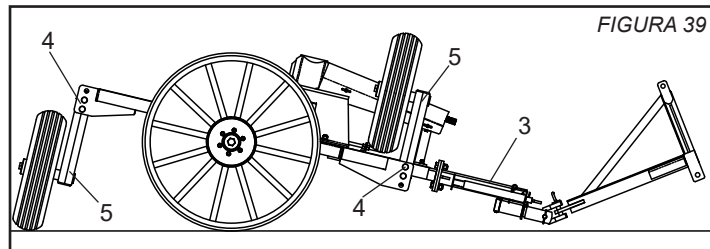

FIGURA 39
2 - Recolha o macaco (3), abaixe totalmente a frente do equipamento, com o auxílio do trator conforme figura 39.
3 - Retire o pino (4) (figura 39), e desça o kit transporte (5), da parte